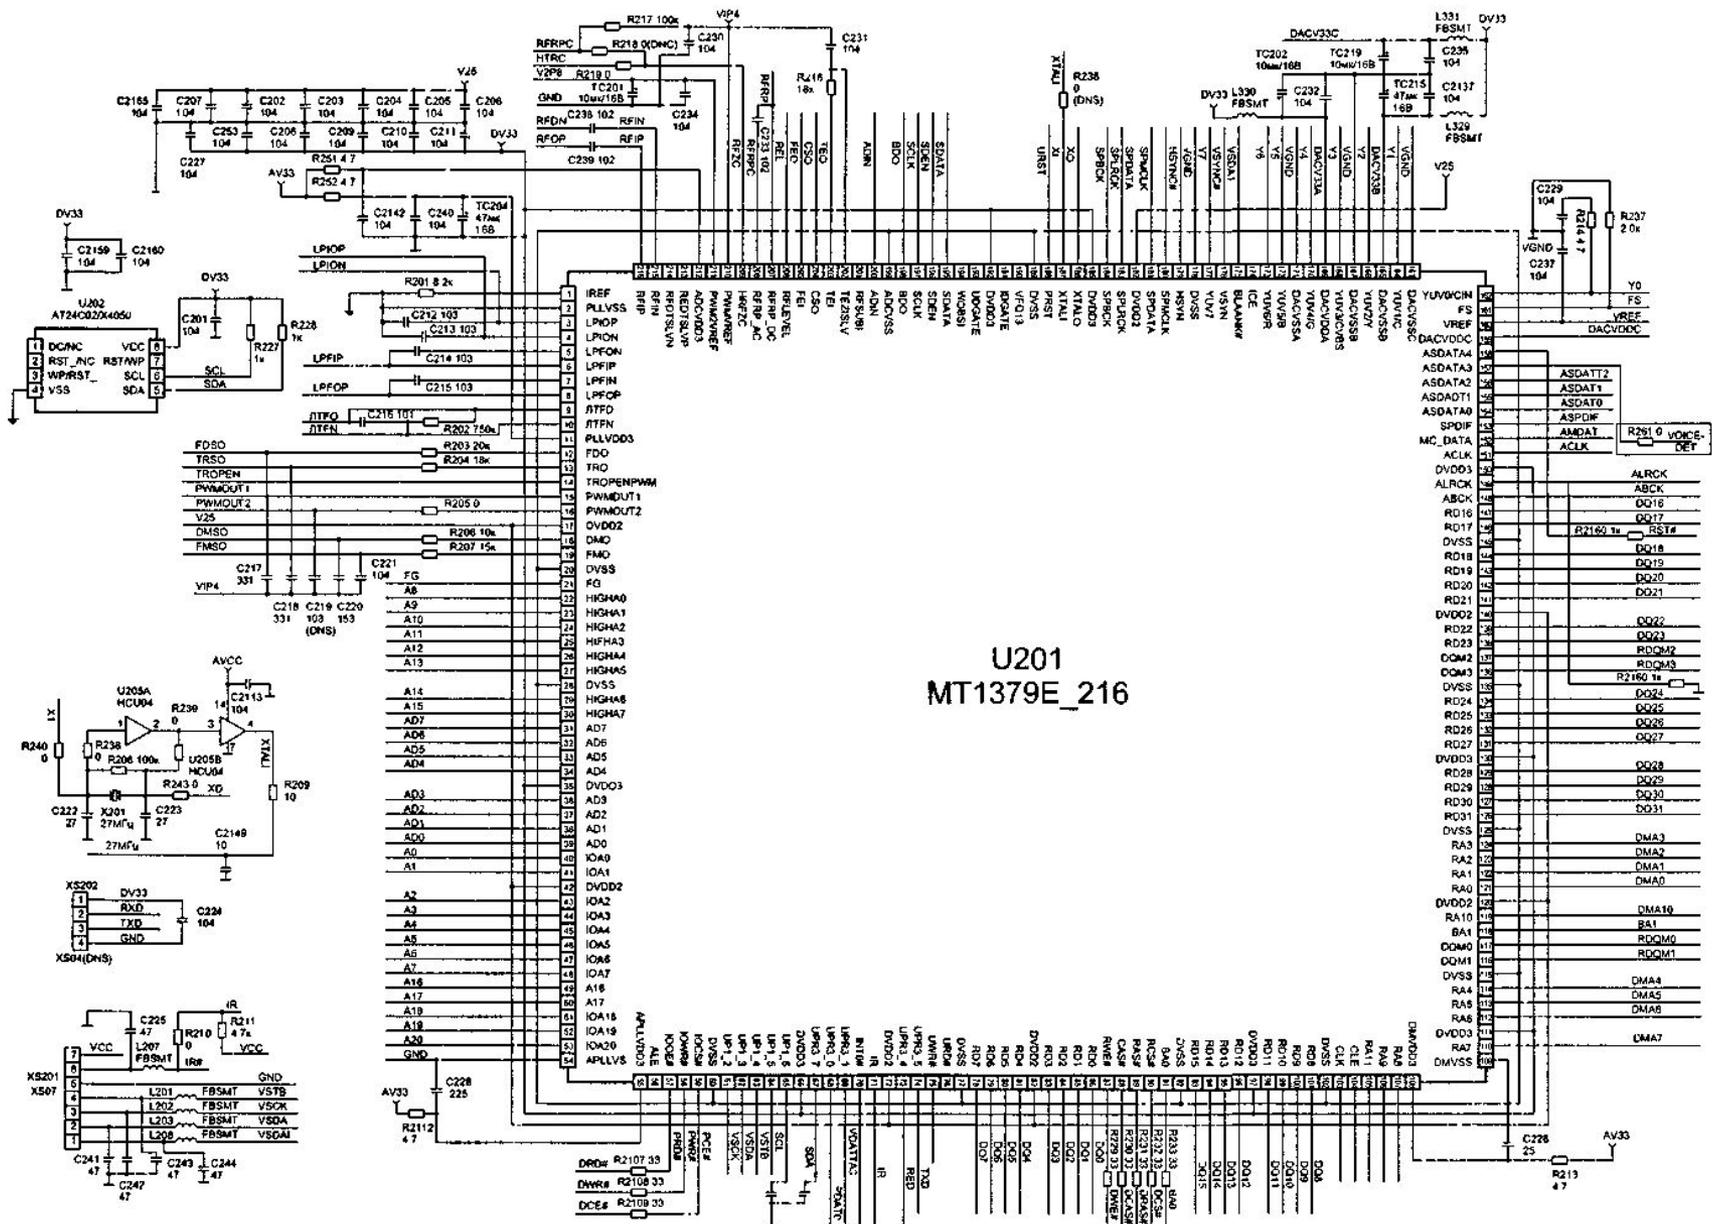

Рис.25 MPEG-1/2 и JPEG-декодер, сервоконтроллер, ТВ-видеопроцессор, декодер цифрового звука и микроконтроллер управления (микросхема MT1379)
-Функции MPEG-1/2 и JPEG-декодеров, сервоконтроллера, телевизионного видеопроцессора, декодера цифрового звука, микроконтроллера управления кнопками и ПДУ выполняет микросхема U201 (MT1379E\_216) (Рис.25) **секционной структуры**.